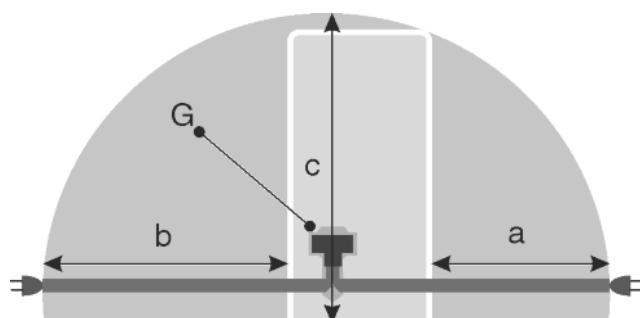

Fig. 29
- Розетка находится вне зоны задней стенки в данной зоне. Fig. 29 (a, b, c)
- Штекер устройства Fig. 29 (G) подсоединить с задней стороны устройства. Следить за правильной фиксацией.